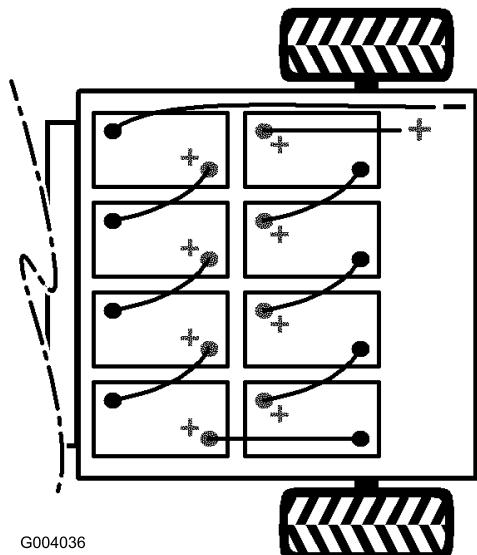

Figure 38
2. Débranchez de la borne de batterie le long câble noir négatif principal qui relie la rangée de batteries au véhicule (Figure 38).
3. Débranchez de la borne de batterie le long câble rouge positif principal qui relie la rangée de batteries au véhicule (Figure 38).
- Remarque:** Tenez compte de la polarité lors de la mise en place des batteries neuves (Figure 38).
9. Reliez les batteries entre elles avec les câbles retirés précédemment, comme illustré à la Figure 38.
10. Connectez le long câble rouge positif principal entre la rangée de batteries et le véhicule (Figure 38).
11. Connectez le long câble noir négatif principal entre la rangée de batteries et le véhicule (Figure 38).